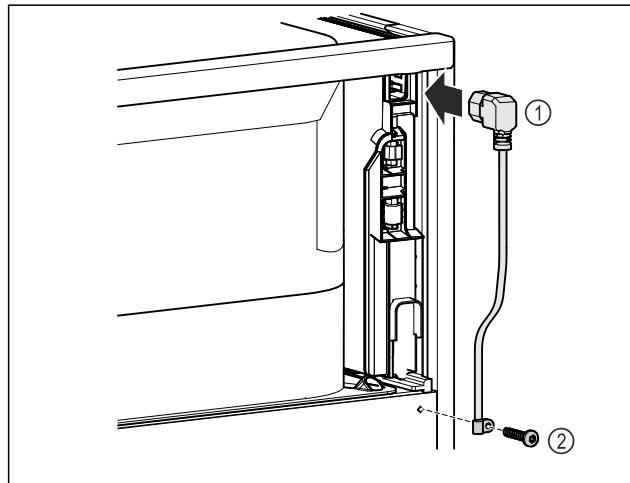

Fig. 8
- Zapojte zásuvku chladiaceho zariadenia sietového prívodu Fig. 8 (1) na zadnej strane zariadenia.
- Namontujte odľahčenie od tahu. Fig. 8 (2)